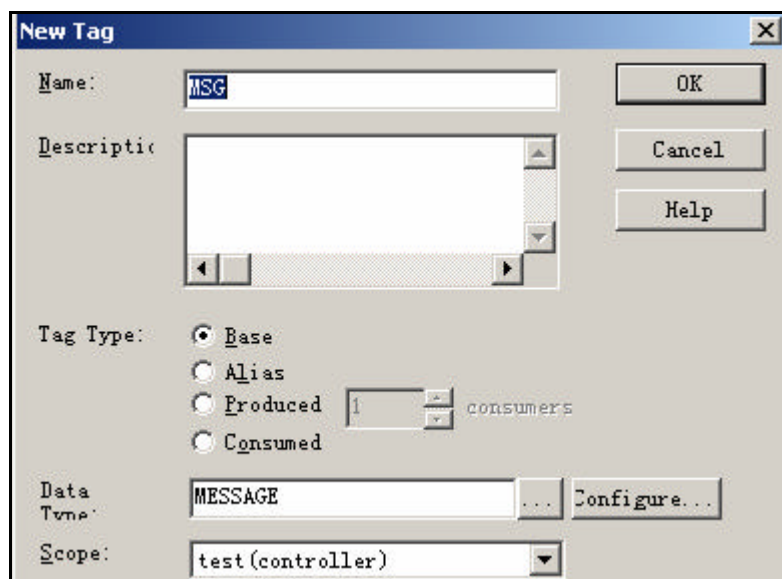

图 3-96 设置 MSG 标签
38. 新建 Message Control 标签命名为 MSG，如图 3-96 所示，数据类型为 MESSAGE。